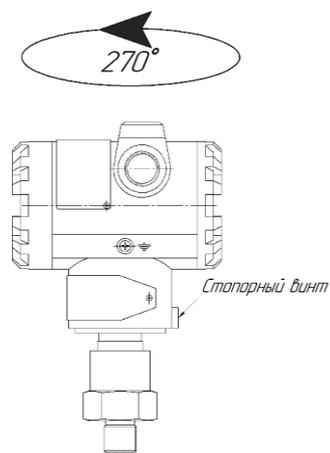

Рисунок 3 – Угол поворота электронного блока
1.3.3 Конструкция позволяет поворачивать корпус электронного блока относительно приемника давления на угол  $270^\circ$  вокруг общей вертикальной оси, при этом ограничения угла поворота предельными значениями обеспечиваются конструкцией узла поворота (рисунок 3).